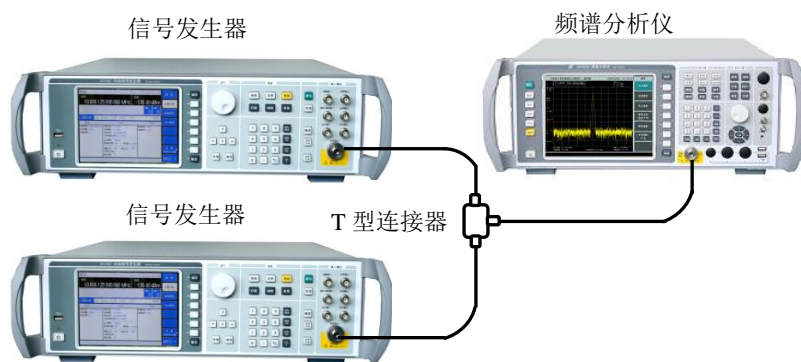

图 3-1 测试两个输入信号的仪器连接图
- a) 利用一个 T 型连接器，将两台信号发生器的输出连接到频谱分析仪的射频输入端口，如图 3-1 所示。
- a) 如图 3-1, 连接两台信号发生器的输出到频谱分析仪的输入端口。